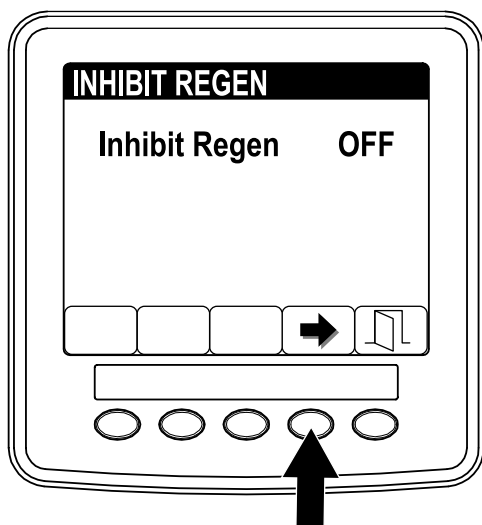

Рисунок 44
3. Нажмите кнопку 4, чтобы изменить настройку запрета регенерации с On (Вкл.) на Off (Выкл.) (Рисунок 44) или с Off (Выкл.) на On (Вкл.).